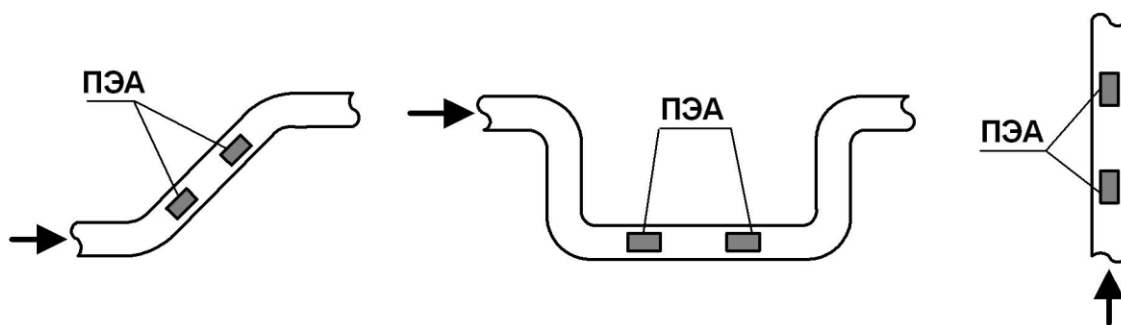

Рис.1. Рекомендуемые места установки ДДА.
- ПЭА допускается монтировать на горизонтальный, вертикальный или наклонный трубопровод. Наиболее подходящее место для монтажа (при наличии) – восходящий или нижний участок трубопровода (см. рис.1);